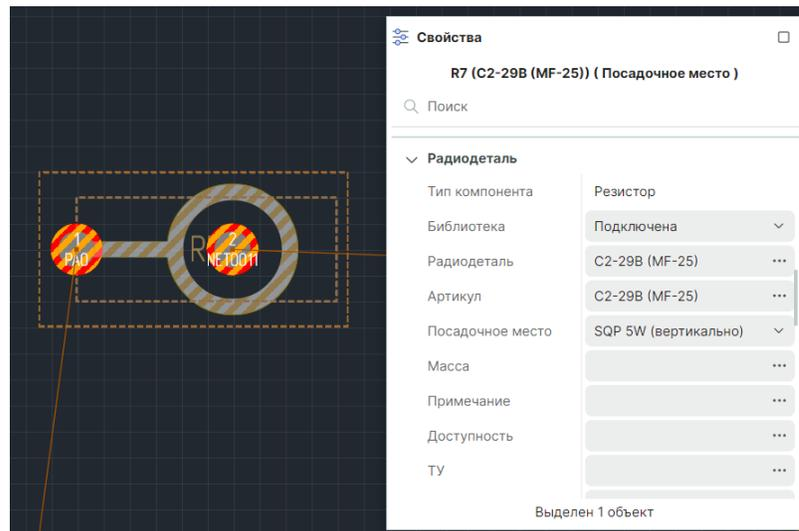

Рис. 151 Измененное посадочное место
2. Посадочное место компонента будет изменено, см. Рис. 151.